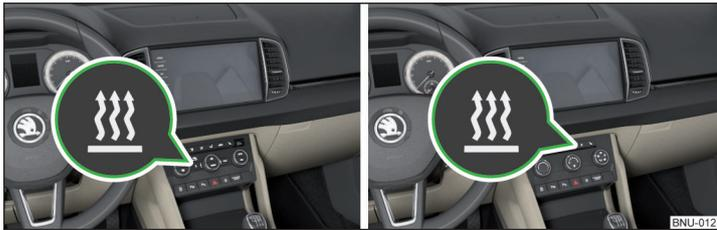

Abb. 154 Taste für das Ein-/Ausschalten (Climatronic / manuelle Klimaanlage)
- ▶ Mit der Taste  auf dem Bedienteil der Klimaanlage » Abb. 154.
Bei aktiviertem automatischem Einschalten leuchtet nach dem Ausschalten der Zündung für 10 Sekunden die Kontrollleuchte in der Taste  auf » Abb. 154.